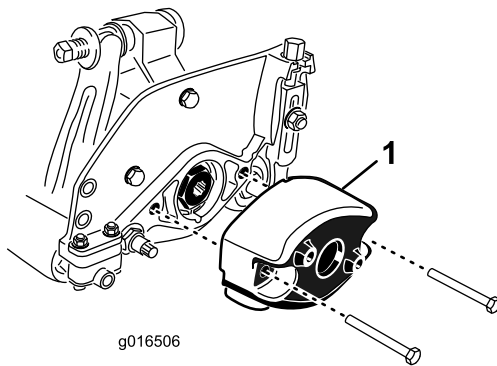

Bild 7
1. Nehmen Sie die beiden Kopfschrauben ab, mit denen das Gegengewicht rechts hinten am Mähwerk befestigt ist. Nehmen Sie das Gegengewicht ab (Bild 7).